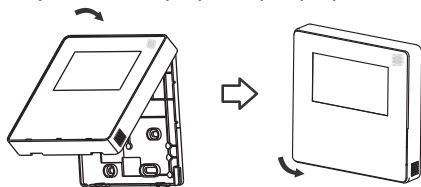

Fig 3-9
- Αφού το προσαρμόσετε το πάνω μέρος αποφύγετε κατά την εγκατάσταση τη σύσφιξη της συνδεσμολογίας. (Fig 3-9)